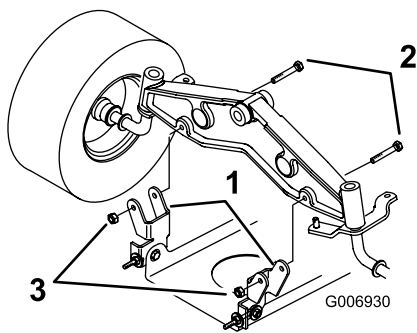

Figure 41
7. Fixez les supports de pivots du plateau de coupe à l'essieu avant à l'aide des boulons et des contre-écrous (Figure 41).